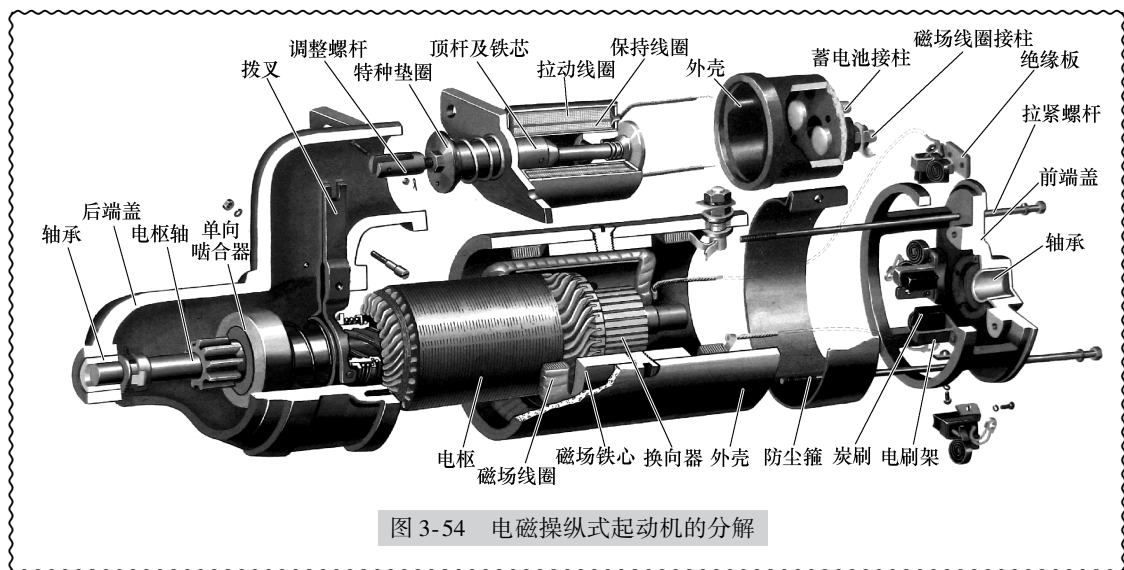

图 3-54 电磁操纵式起动机的分解
(1) 起动机的分解 起动机分解如图 3-54 所示。将拆下的起动机表面擦净, 拆下防尘罩, 取下电刷, 松开电动机连接螺栓, 拆开电动机开关与电动机的磁场连线、电磁开关与拨叉连接装置, 即可将电刷端盖、电枢及单向离合器与磁场部分分离。然后视需要分解电枢与单向离合器、磁场与电磁铁机构。